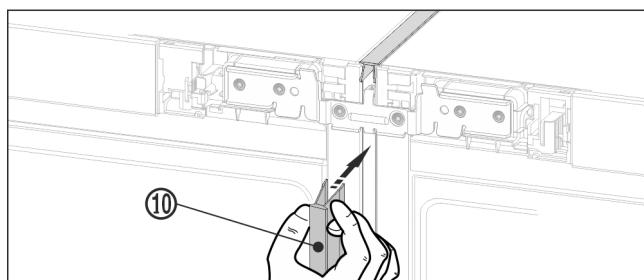

Fig. 21
- ▶ От предната страна притиснете дългата покривна лайстна Fig. 21 (10) във вертикалния процеп. Обърнете внимание на това, лайстната да легне върху свързвашата ламарина.